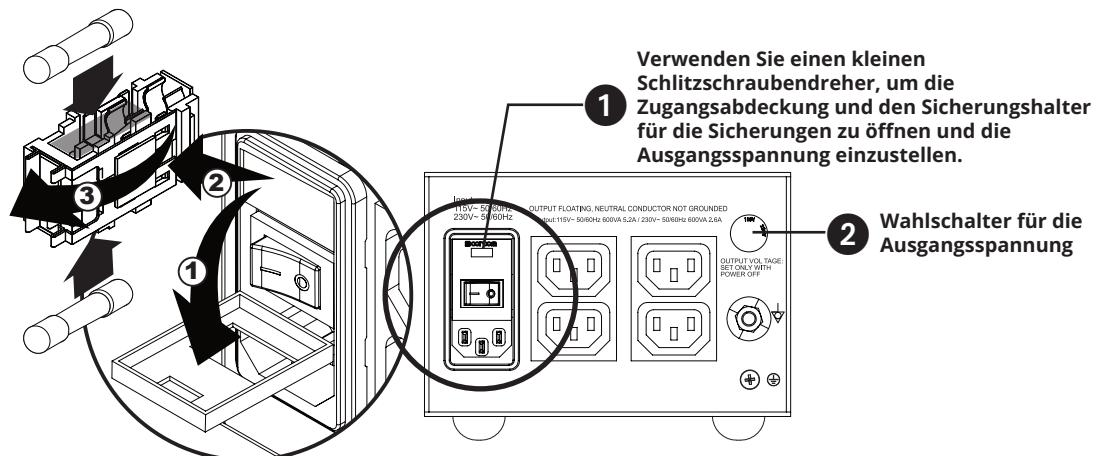

Abbildung 1
Die Auswahl der Eingangsspannung erfolgt über den Eingangssicherungshalter (Abbildung 1). Die gewählte Spannung wird über dem Netzschatzer angezeigt. ① Außerdem müssen Sie je nach Transformatormodell und Eingangsspannung den richtigen Sicherungswert einsetzen. Der richtige Sicherungswert ist der Tabelle in Abschnitt 3.1.5 zu entnehmen. Die Auswahl der Ausgangsspannung erfolgt mit dem Wahlschalter. ②